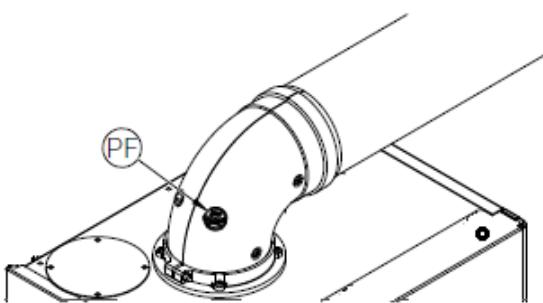
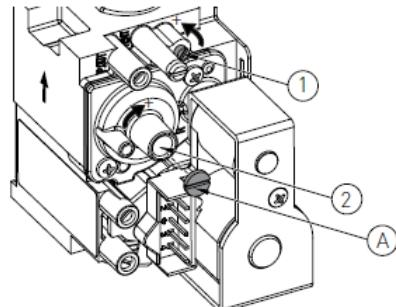

Рисунок 6.3
Рисунок 6.4
- Вставьте зонд анализатора дымовых газов (*Рисунок 6.3*) в соответствующий штуцер анализа дымовых газов «PF», после чего проверьте, соответствует ли значение CO₂ тому, что приведено в главе «Технические характеристики», в противном случае открутите защитный винт «A» и отрегулируйте при помощи ключа шестигранника на 4 винт «2» регулятора смещения (*Рисунок 6.4*). Для того чтобы увеличить значение CO₂, необходимо вращать винт по часовой стрелке, а чтобы его уменьшить – против часовой стрелки. После завершения регулировки закрутите защитный винт «A» на регуляторе смещения.
- Проверьте, соответствует ли значение CO₂ тому, что приведено в главе «Технические характеристики», в противном случае отрегулируйте винт «1» регулятора подачи газа (Рисунок 6.4). Для того чтобы увеличить значение CO₂, необходимо вращать винт против часовой стрелки, а чтобы его уменьшить – по часовой стрелке.